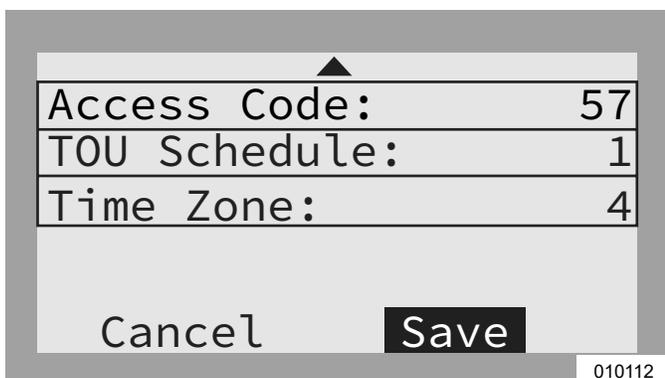

Figura 6-14. Configuración del programa TOU (4 de 4)
- Consulte la **Figura 6-14**. Para confirmar los cambios en todas las entradas, resalte Save (Guardar) y presione el botón central.